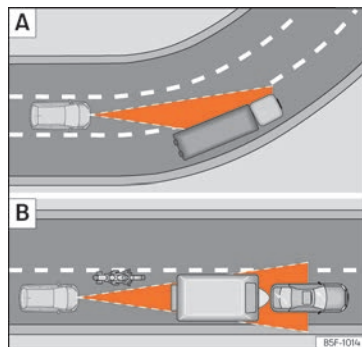

Abb. 183 [A] Fahrzeug in einer Kurve. [B] Vorausfahrender Motorradfahrer außerhalb des Erfassungsbereichs des Radarsensors.
Es ist möglich, dass die ACC das vorausfahrende Fahrzeug in der Kurve nicht erkennt oder die Entfernung mit Fahrzeugen, die sich auf anderen Fahrspuren befinden, einstellt » » **Abb. 183** [A].
- Versetzt fahrende Fahrzeuge oder Fahrzeuge, die außerhalb des Erkennungsbereichs des Sensors fahren, z. B. Motorräder. » » **Abb. 183** [B]